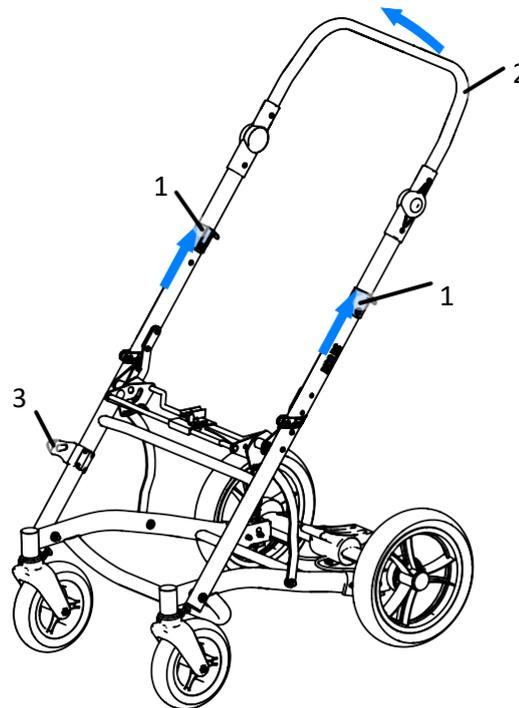

Abb. 9
Ziehen Sie die Griffe (1) auf beiden Seiten des Schiebegriffs des Kinderwagens zu sich selbst, und schieben Sie dann den Schiebegriff (2) nach vorne, indem Sie den Rahmen falten, bis die Blockade (3) schließlich klickt Abb. 9